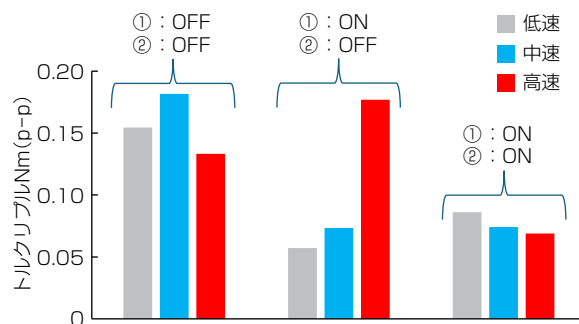

図2-トルクリプル実測結果
空間高調波に起因するトルクリプルを抑制する補償電流として、従来の電流-トルク脈動の関係に基づく補償項①に、電圧-電流脈動の関係に基づく補償項②を新たに加えたことである。この制御法を車載用モーターで実機実証した結果、低速から高速回転時までトルクリプルを抑制することを確認した(図2)。